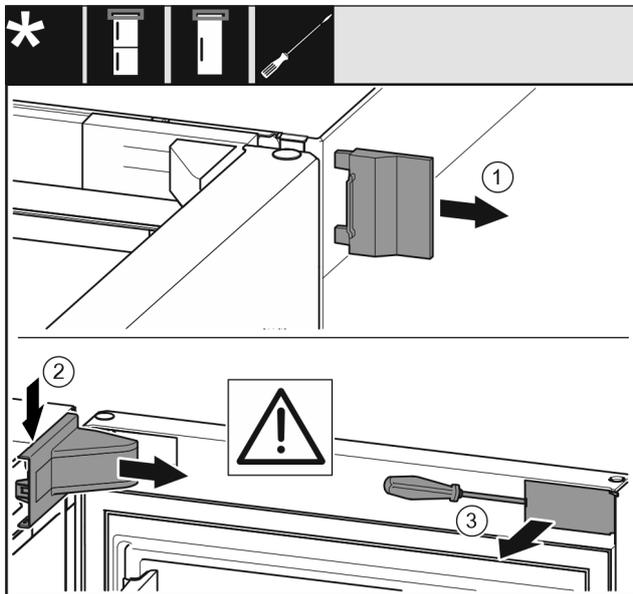

Fig. 15
- Retirer l'habillage extérieur. Fig. 15 (1)
- Dégager et désolidariser le couvercle du support de palier. Retirer le couvercle du support de palier. Fig. 15 (2)
- Dégager le cache au moyen d'un tournevis plat et le faire pivoter sur le côté. Fig. 15 (3)